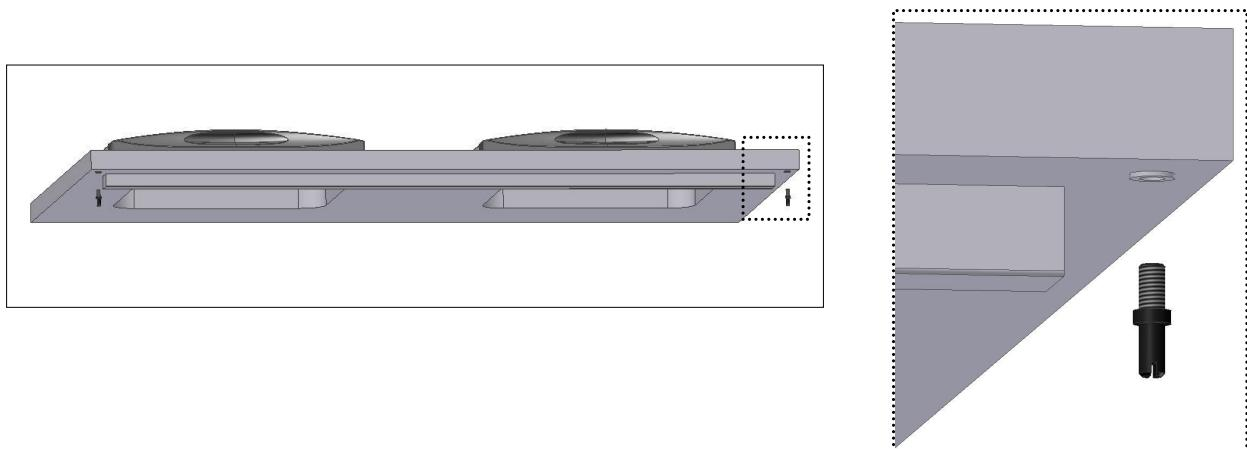

Fig. 6
- Colocar **los pernos superiores** en la encimera (Fig. 6);